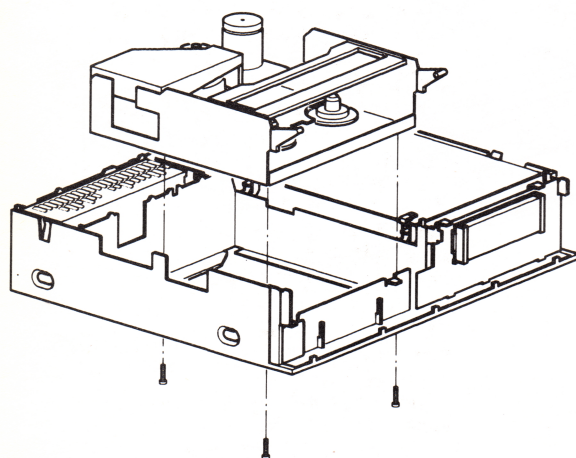

Fig. 2-9
- Na het wegnemen van de bodemplaat is de toegang vrij tot de onderzijde van het loopwerk. Door de drie schroeven te verwijderen en de bijbehorende pluggen los te maken kan het loopwerk uit de onderkast getild worden (zie fig. 2-9).